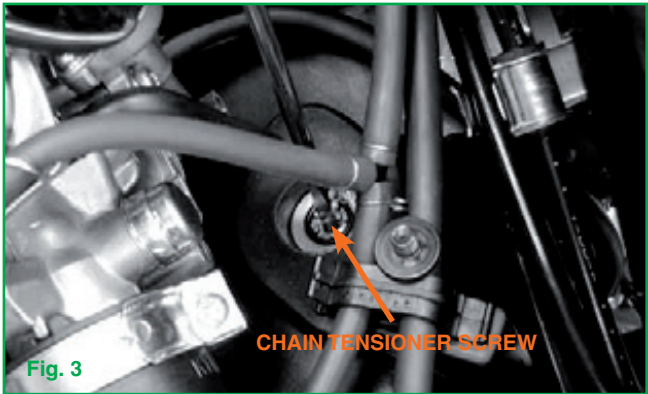

Fig. 3
- Inserire un giravite nel foro e ruotare la vite in senso orario fino al bloccaggio (Fig. 3).
- Remove the chain tensioner screw cap and tighten the screw until it locks (Fig. 3).
- Insert a screwdriver in the hole and turn the screw clockwise fully home (Fig. 3).